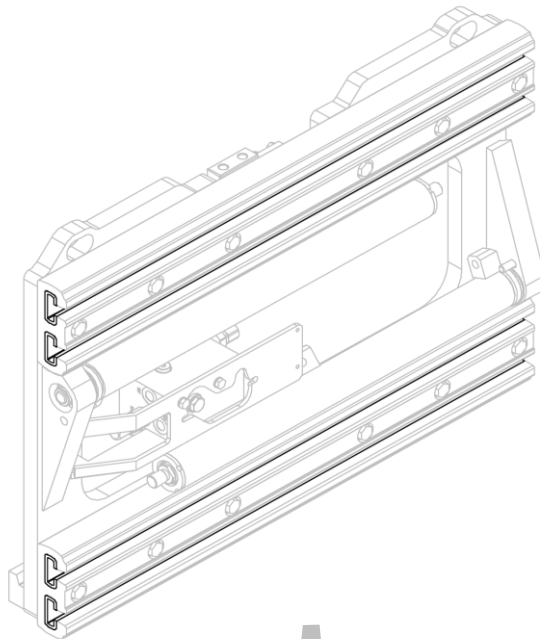
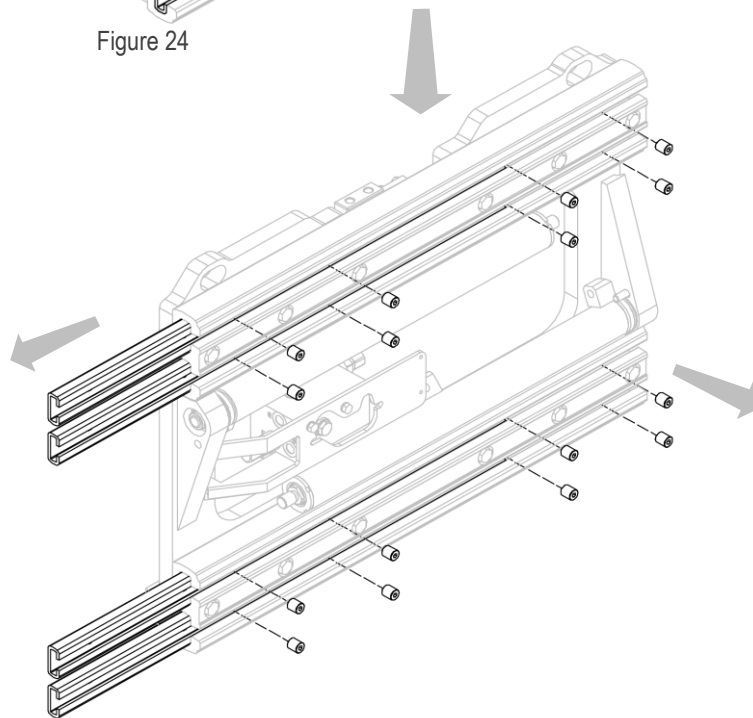

Figure 24
Figure 25
3. Retirer les bagues en nylon après avoir dévissé les goujons correspondants (voir *Figure 24* et *Figure 25*).